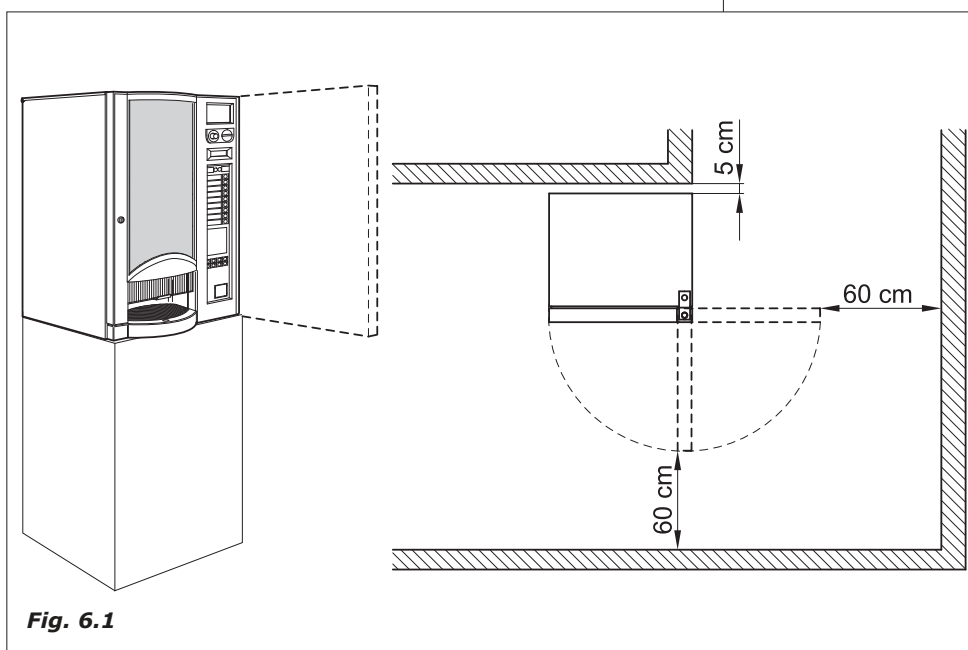

Fig. 6.1
- Le distributeur ne doit pas être plaqué contre le mur, il doit être placé à une distance minimum de 5 cm du mur (*figure 6.1*). pour permettre une ventilation correcte. En aucun cas, ne couvrir le distributeur de chiffons ou autre.
Si l'installation doit être faite dans des couloirs d'évacuation de sécurité, s'assurer que le distributeur à porte ouverte, laisse un passage suffisant (*figure 6.1*).